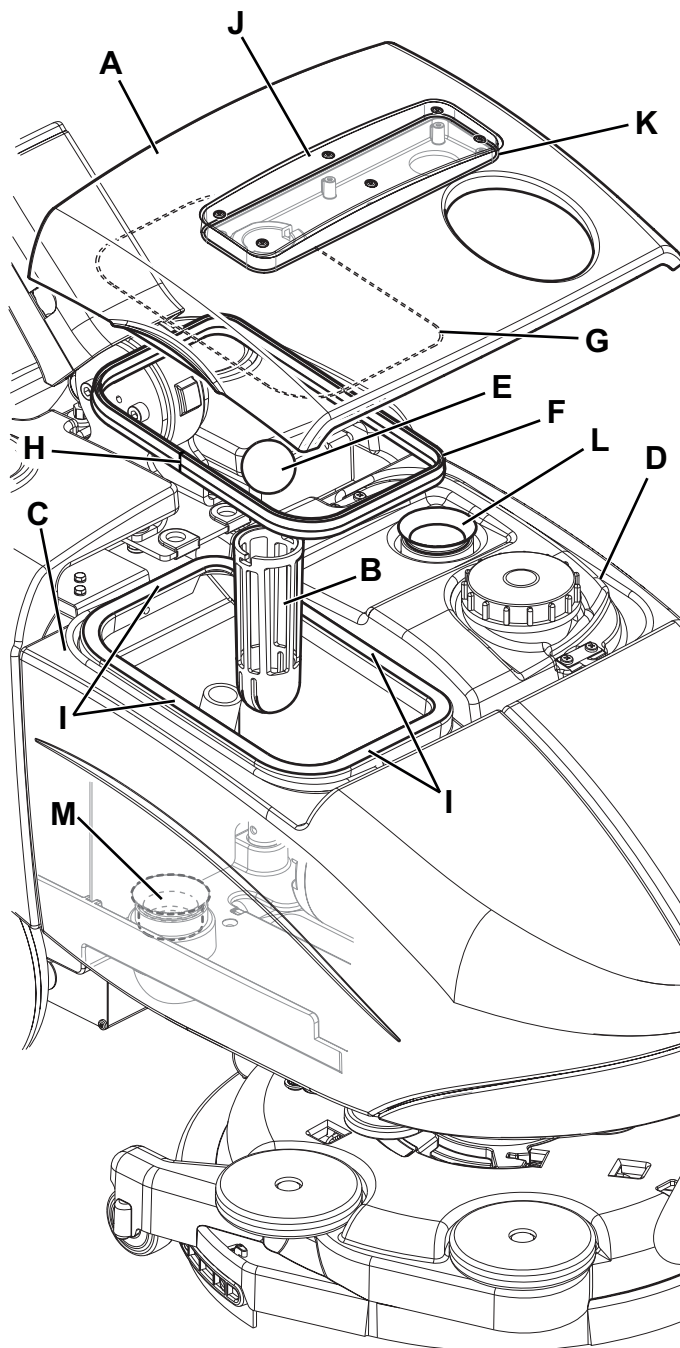

Figure 7
2. Contrôler que la manette (31) du sélecteur de fonctions soit en position « 0 » et débrancher le connecteur de la batterie (7).
3. Déposer le couvercle (A, Fig. 7), puis nettoyer et laver à l'eau propre le couvercle et la grille d'aspiration (B).
5. Si besoin est, démonter la grille (B) et enlever le flotteur (E), puis nettoyer avec soin et installer à nouveau.
6. Contrôler l'intégrité du joint d'étanchéité (F) du couvercle du réservoir de l'eau de récupération.
3. Ouvrir le couvercle (A, Fig. 7) et contrôler l'intégrité du joint (L) du moteur du système d'aspiration. Si besoin est, déposer le joint de son logement et le remplacer.
4. Déposer le réservoir de l'eau de récupération (C).
5. Contrôler l'intégrité du joint d'étanchéité (M) du conduit pour l'eau de récupération. Le cas échéant, remplacer le joint.